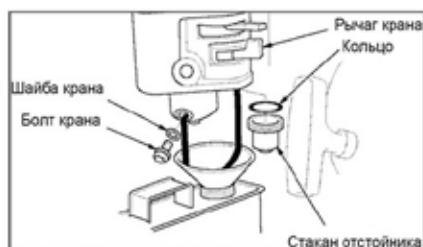

Рис. 34 Удаление топлива из бака
1. Поместите подходящую емкость для топлива под карбюратор (Рис. 34), и используйте воронку, чтобы не пролить топливо.